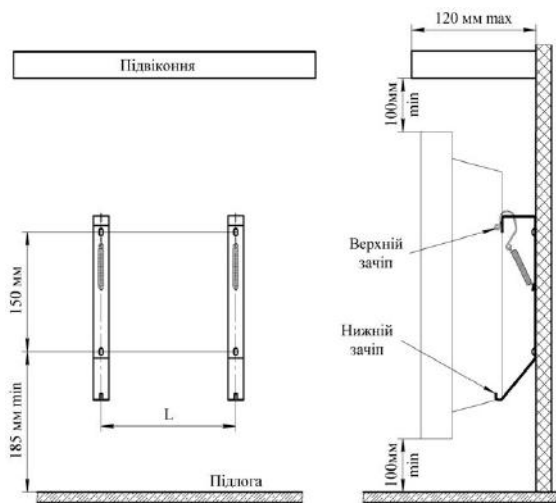

Рис. 1
4.5 Поєднайте прямокутні отвори на задній стінці конвектора з верхніми зачепами кронштейнів (рис. 1) і надіньте конвектор на зачепи.
Увага! Категорично забороняється включати і експлуатувати конвектор без його закріплення на кронштейнах на стіні. Включати й експлуатувати конвектор дозволяється тільки в положенні, вказаному на рис.1.